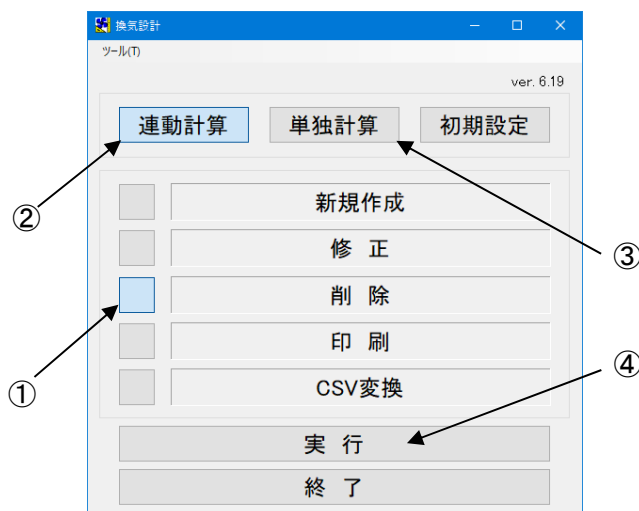

図1
この時「連動計算」で行ったデータを削除する場合は「連動計算」ボタン(図1-②)、「単独計算」で行なったデータを削除する場合は「単独計算」ボタン(図1-③)をクリックしてください。
次に「実行」ボタン(図1-④)をクリックします。